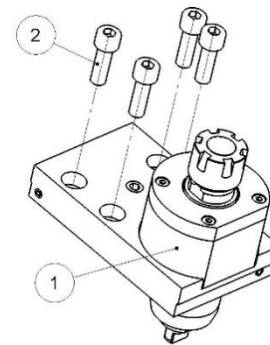

Figure 1
Pour fixer le porte outil (fig.1, pos. 1), centrer la queue dans les positions T20 à T29 de la machine (fig. 4). Serrer les 4 vis M8 (fig.1, pos. 2).